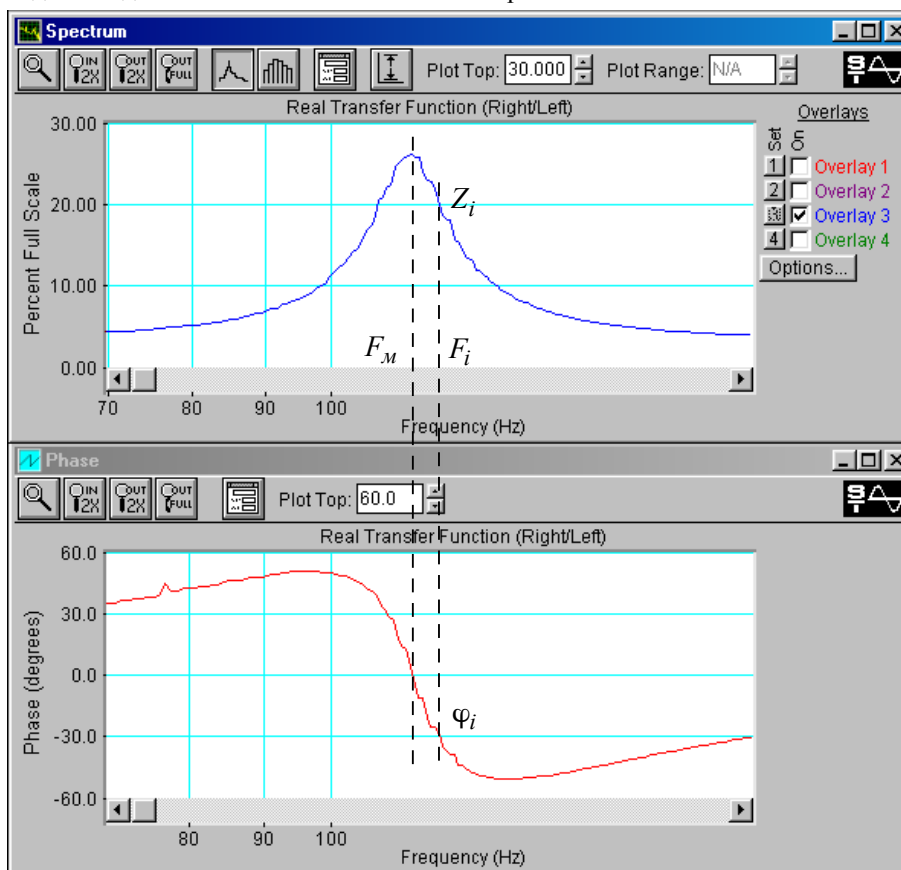

Рис.2.6. Частная и фазовая характеристики входного сопротивления головки громкоговорителя в узком диапазоне частот (70...20 Гц)
- Для определения массы и гибкости подвижной системы нужна более высокая точность измерений. Поэтому необходимо *одинаково* изменить масштабы по частоте графиков частотной и фазовой характеристик входного сопротивления головки громкоговорителя (рис.2.6).